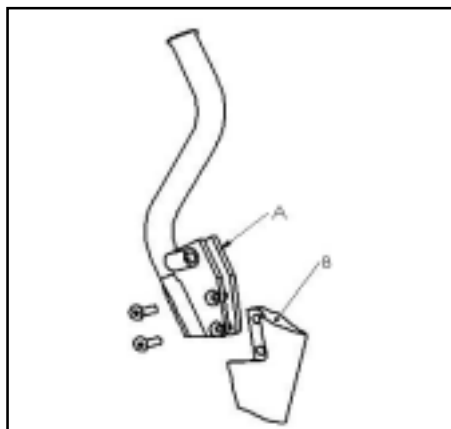

fig. 18
a) desmontar el conjunto cuchilla + portacuchillas (A, fig. 18) del brazo del equipo de siembra.
b) desmontar la cuchilla (B, fig. 18) del portacuchillas